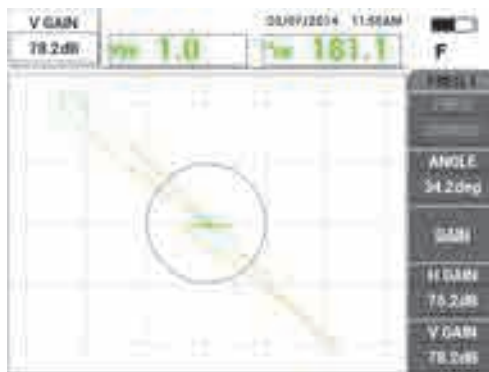

Рис. 5-57 Сигналы, пересекающие экран вертикально
7. Нажмите клавишу **GAIN (dB)** три раза для доступа к параметру **В УСИЛ**; с помощью ручки регулятора увеличьте вертикальное усиление так, чтобы сигналы заняли примерно 80 % высоты экрана (см. Рис. 5-57 на стр. 171).